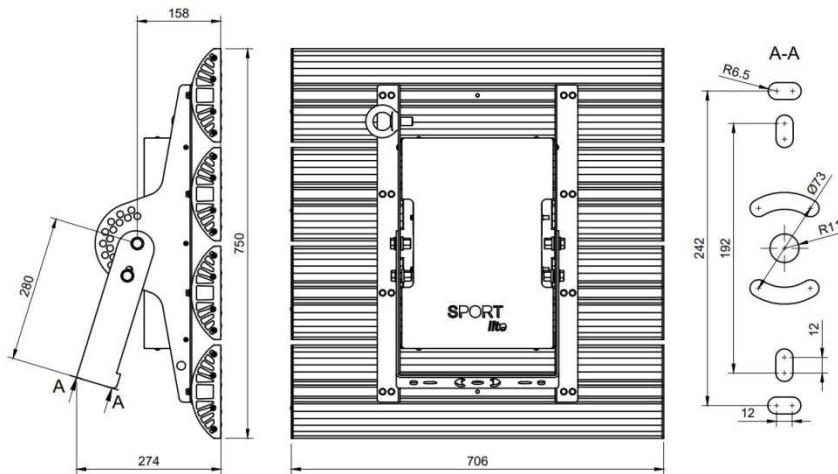

Рис.1 – Внешний вид, габаритные и присоединительные размеры
- 4.1. Монтаж прожектора к основанию выполнить винтами M12 (в комплект поставки не входят), через отверстия в опорном кронштейне (см. рисунок 1).